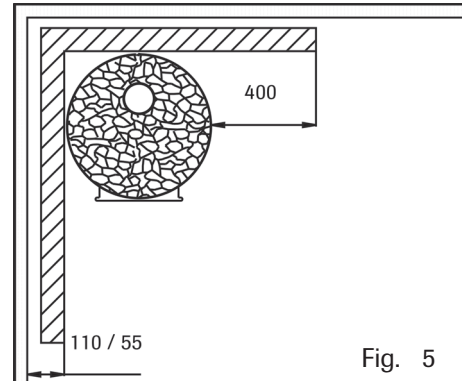

Fig. 5
5. Brickwork of 55 mm that is open at the edges and at least 30 mm clear of the surface to be protected corresponds to a single-light protection. Brickwork of 110 mm and at least 30 mm clear of the surface to be protected corresponds to double-light protection. (Fig. 5)
5. Кирпичная кладка толщиной 55 мм, имеющая открытые края и расположенная на расстоянии не менее 30 мм от изолируемой поверхности, соответствует лёгкой одинарной изоляции. Лёгкой двойной изоляции соответствует кирпичная кладка 110 мм, соответствующим образом отдаленная от защищаемой поверхности. (См. Рисунок 5)